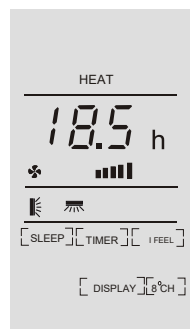

Abbildung 2, Timer-Aus
4. Ein Beispiel für den Timer-Ein sehen Sie in Abbildung 1, den Timer-Aus sehen Sie in Abbildung 2